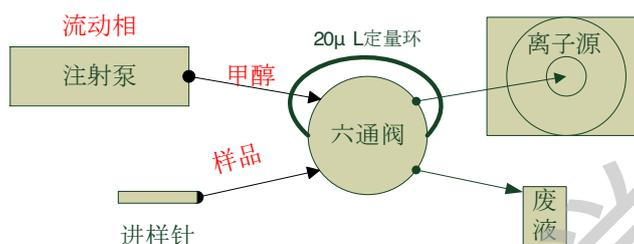

图 1 进样系统示意图
- 1) 在样品进行测试前，采用图 1 所示进样系统，用注射针取 100 μ L 的 100 μ g/L 利血平甲醇溶液和 1mg/L 1-己烷磺酸钠溶液分别对仪器正负离子模式下的质量轴进行校正，记录实验数据和结果。
- 2) 样品测试，采用图 1 所示进样系统，分别用进样针取 100 μ L 样品注入 5 种不饱和酮样品，记录实验数据和结果。